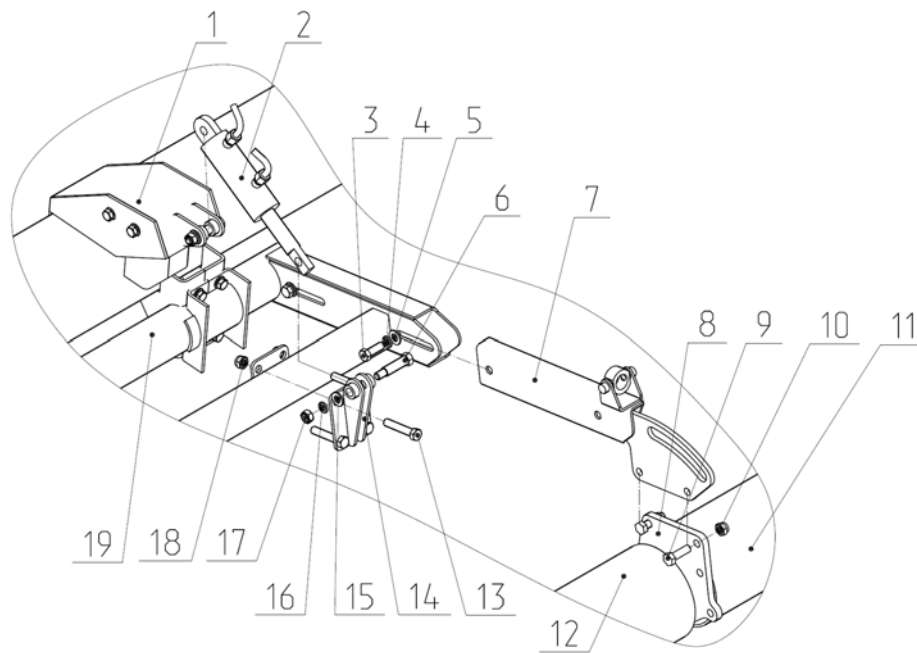

Рис. 6.3 ЖНС 03.010 Рамка.
2.2.9 Регулировка рамы по высоте осуществляется гидроцилиндром 2 (рис.6.3) .
Вынос мотовило относительно режущего аппарата выполняется механически выдвиганием держателя 7 (рис.6.3)